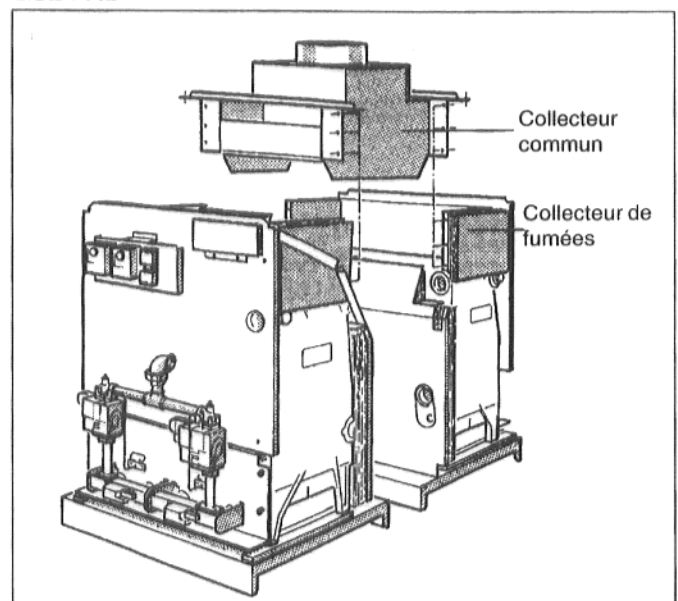

Fig. 7 : insertion du collecteur commun G324 XD
- Par le haut, insérer le collecteur commun entre les collecteurs de fumées (fig. 7)